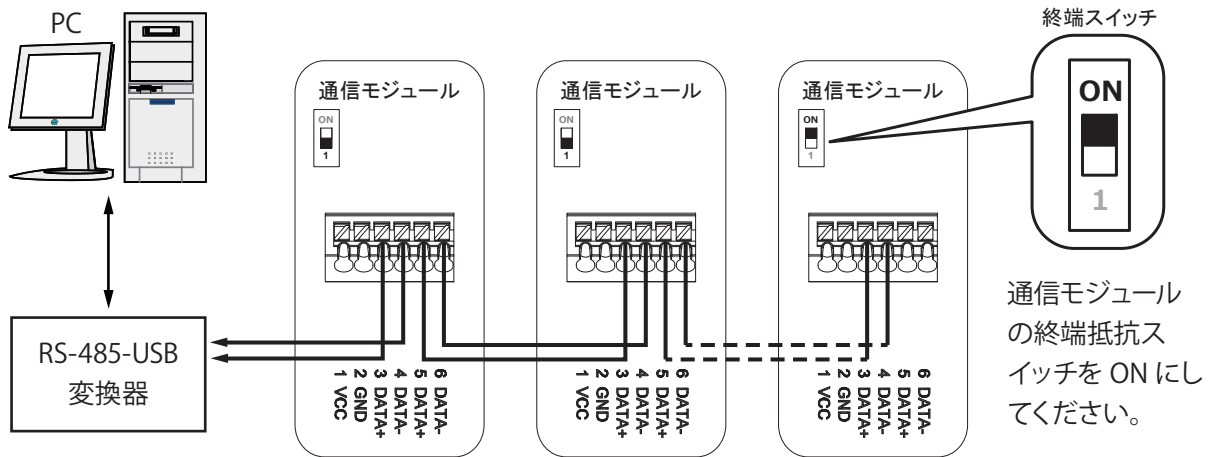

図 5-9 複数のパワーコンディショナを接続するときの通信イメージ図
- ・複数のパワーコンディショナを直列接続するときは、図 5-9 のとおり、最後のパワーコンディショナの終端抵抗を ON に設定してください。